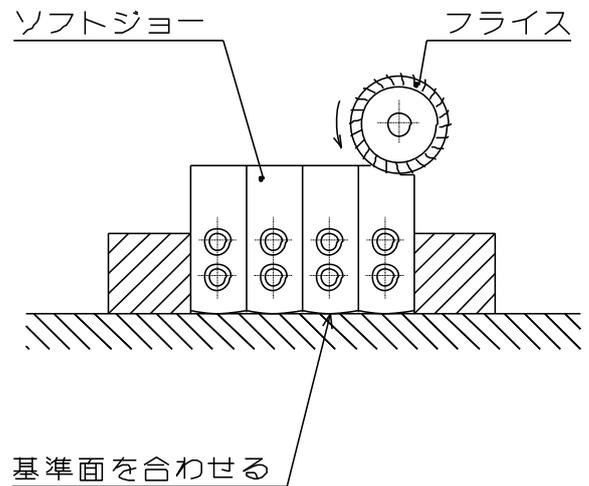

図 12-2
- ② 工作物の把握部が正方形の場合、ソフトジョーを取り外し、図 12-2 のように基準面を揃えて並べ、把握部をフライスで成形してください。